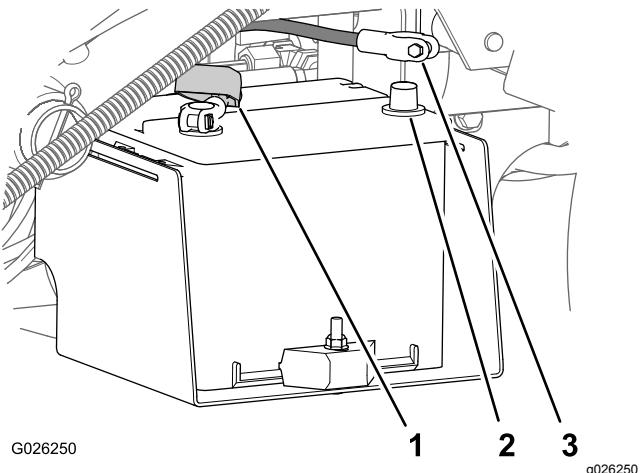

Figura 5
3. Conecte el cable positivo (rojo) al borne positivo (+) de la batería y sujeté el cable con los pernos y las tuercas (Figura 5).